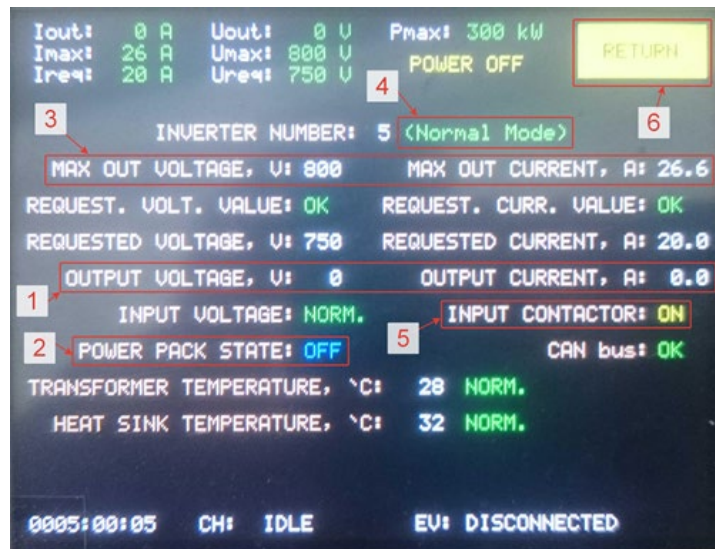

Рисунок 2 – Экран параметров силового блока
2.2 При нажатии на экран в области ячейки таблицы, на экран будут выведены параметры силового блока соответствующего номера (рисунок 2).